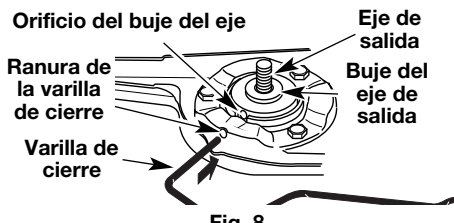
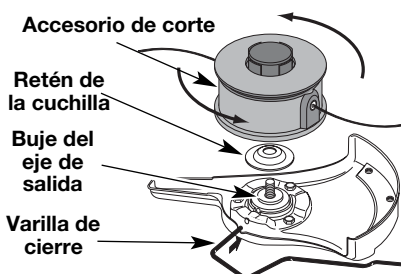

Fig. 8
Fig. 15
1. Alinee el orificio del buje del eje con la ranura de la varilla de cierre e inserte la varilla de cierre en el orificio del buje del eje (Fig. 8).
6. Alinee el orificio del buje del eje con la ranura de la varilla de cierre e inserte la varilla de cierre en el orificio del buje (Fig. 8).
1. Alinee el orificio del buje del eje con la ranura de la varilla de cierre e inserte la varilla de cierre en el orificio del buje (Fig. 8).
5. Alinee el orificio del buje del eje con la ranura de la varilla de cierre e inserte la varilla de cierre en el orificio del buje del eje (Fig. 8). Coloque el retén de la cuchilla en el eje de salida con la superficie plana contra el buje del eje de salida según se ilustra en la Fig. 15. Enrosque el accesorio de corte en sentido antihorario en el eje de salida. Ajuste bien.